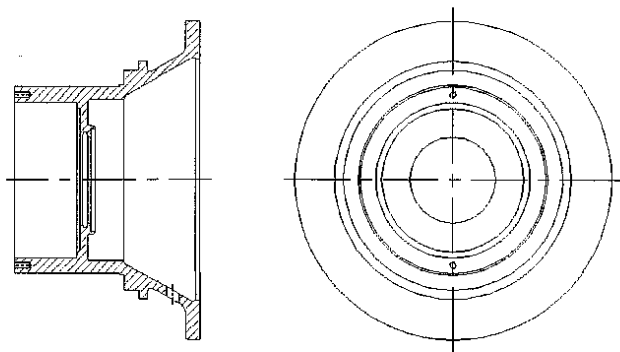

Рис. 3.1 Деталь и возможные варианты плоскостей разреза
3. провести анализ возможных плоскостей разреза (два-три варианта) (рис. 3.1 формовка с подрезкой, рис. 3.3 - формовка с использованием стержней) и указать основные достоинства и недостатки каждого из них;